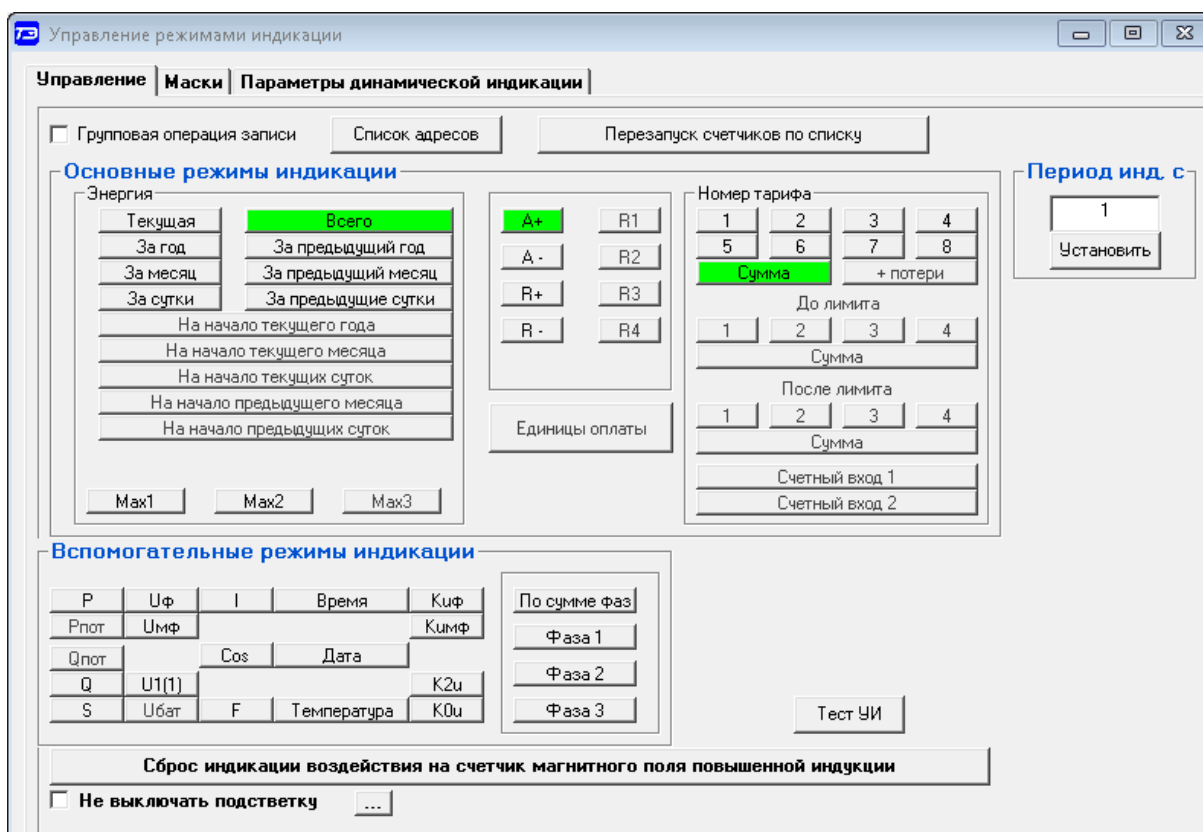

Рисунок 25 – Форма «Управление режимами индикации»
4.15.5.1 Тест устройства индикации включается по кнопке «Тест УИ», расположенной на поле формы «Управление режимами индикации» вкладки «Управление» (рисунок 25). При этом включаются все элементы индикации ЖКИ на время 5 секунд для визуальной проверки работоспособности индикатора. Спустя 5 секунд индикатор возвращается в прерванный режим индикации.